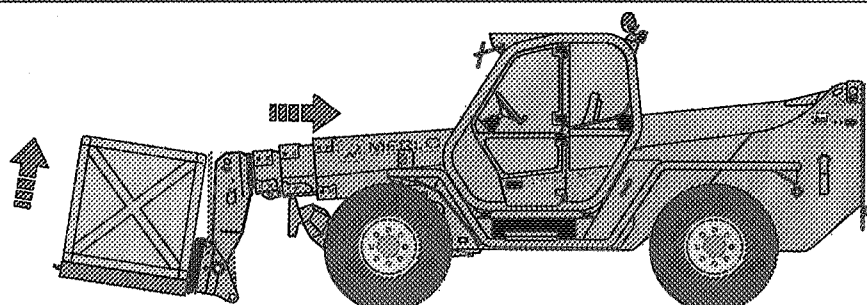

Fig.7
- girar el bastidor porta-accesorios unos grados hacia arriba y recoger por completo el brazo telescópico (Fig.7)